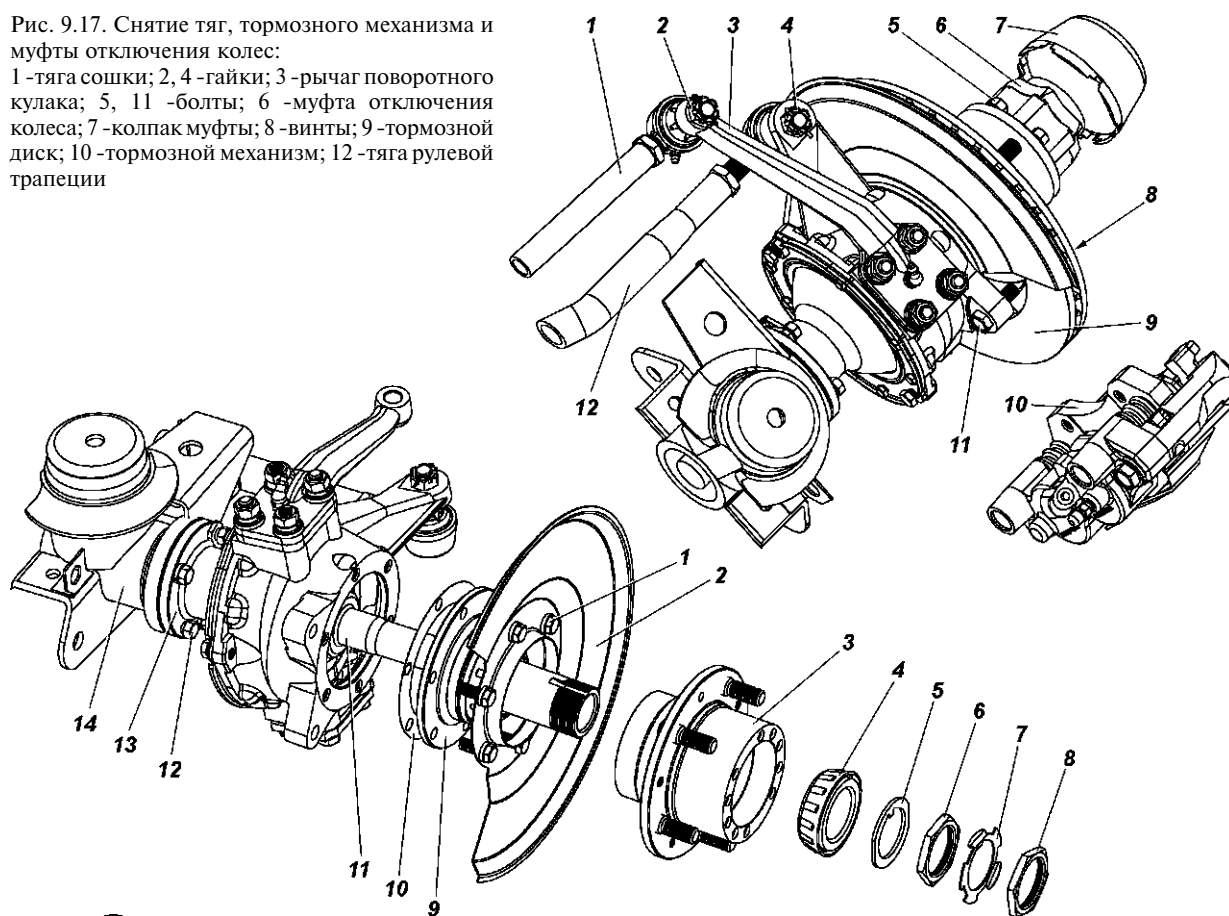

Рис. 9.18. Разборка поворотного кулака:
6. Выпрямите отогнутые края замочной шайбы 7 (рис. 9.18), отверните контргайку 8 и гайку 6, снимите стопорную шайбу 5 и внутреннее кольцо с роликами наружного подшипника 4 ступицы правого и левого колес.
10. Отверните болты 12 (см. рис. 9.18) крепления шаровой опоры 13 к кожуху 14 полуоси. Снимите упоры-ограничители поворота колес и выпрессуйте шаровые опоры из кожухов полуосей.